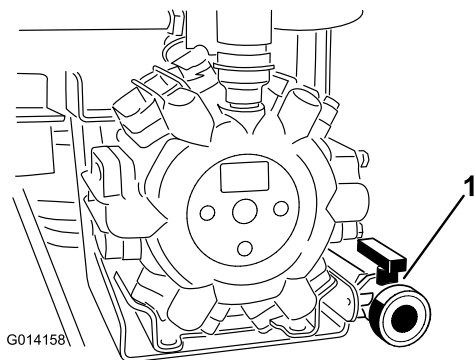

Figura 22
- Localize a válvula de escoamento do depósito na traseira da máquina (Figura 22). A válvula é para a traseira da bomba, montada no suporte de apoio.